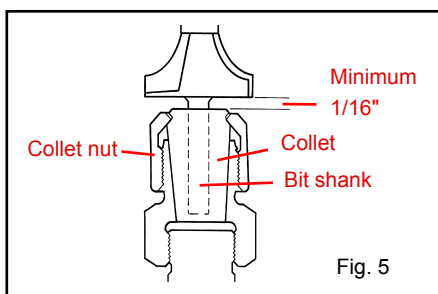

Fig. 5
3. Assurez-vous qu'il y ait un minimum de 1,6 mm (1/16") entre le fond de la douille de serrage et le rayon à la partie tranchante de la mèche (Fig. 5).